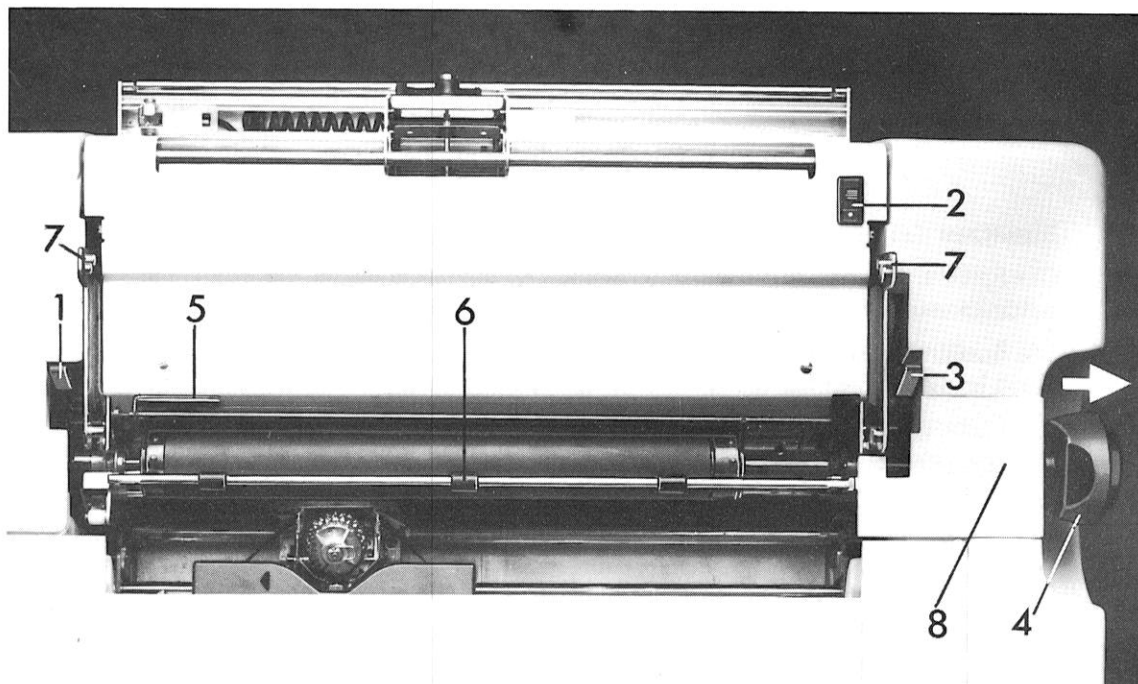

Abb. 12 Bedienungselemente
Mit dem Prellabstandeinsteller 1) Abb. 12 wird der Abstand zwischen der Schreibwalze und dem Schreibkern individuell auf die Anzahl der Durchschläge und auf die Papierqualität abgestimmt.
Der Abstand zwischen den Zeilen wird durch den Zeilenabstandeinsteller 2) Abb. 12 verändert.
Zum seitlichen und waagerechten Ausrichten der Einzelformulare und Einzelformularsätze wird der Papierlöser 3) Abb. 12 nach vorn gelegt.
Mit Hilfe des Walzendrehknopfes 4) Abb. 12, wird die Walze von der Zeilenschaltung getrennt. Walzendrehknopf bis zum Anschlag herausziehen und die Walze im herausgezogenen Zustand einstellen.
Nach dem teilungsgerechten Ausrichten von Einzelformularen und Einzelformularsätzen wird die Papieranlage 5) Abb. 12 an den linken Formularrand herangeschoben. Damit ist ein gleichmäßiger Zeilenanfang bei allen Formularen dieser Art gegeben und eine Übereinstimmung zwischen Programm und Formular gesichert.
- Die Abdeckung 8) Abb. 12 neben dem Walzendrehknopf abnehmen.
- Walzendrehknopf (4) Abb. 12 in die äußere Stellung herausziehen, roter Ring ist sichtbar
- Papierlöser 3) Abb. 12 nach vorn legen